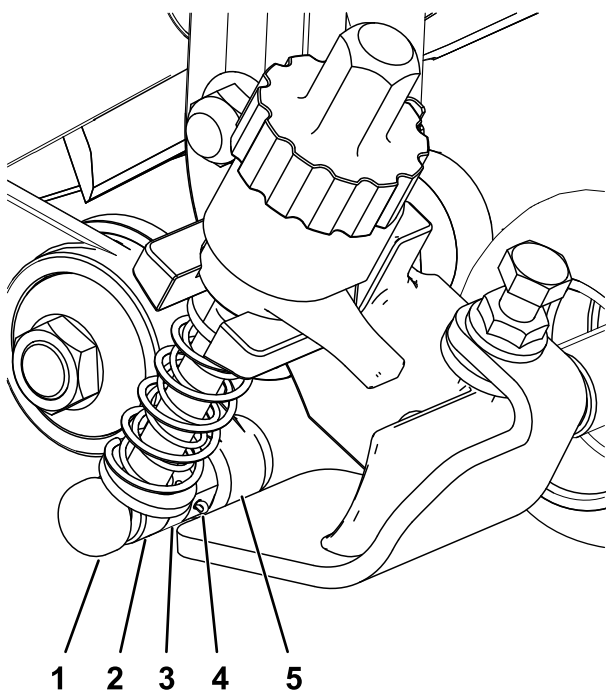

Figura 11
3. No lado do conjunto do rolete, alinhe a barra do braço de ajuste do suporte da altura de corte com o anel de ajuste no conjunto do rolete e fixe-o com um pino de ajuste e um contrapino (**Figura 11**).